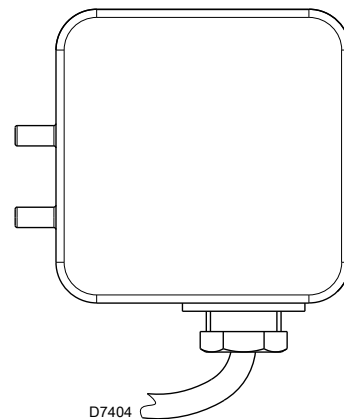

图 20
- ▶ 调节风压开关 (图 20) 到量程的起始位置。
应在完成所有上述燃烧器调节后再调节风压开关 (图 20)，此时风压开关应设定在量程的起始位置。